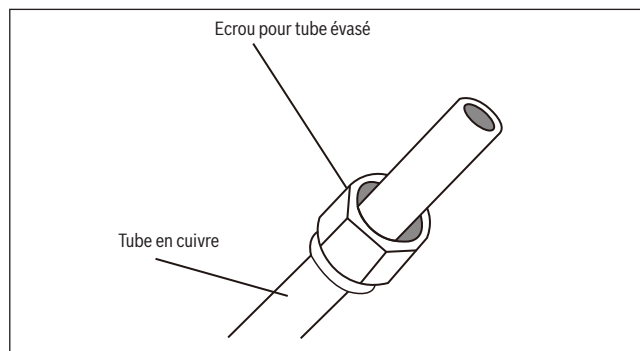

Fig. 30.
3. Placer des écrous évasés sur les deux extrémités du tube. S'assurer qu'ils sont orientés dans le même sens, car ils ne peuvent pas être mis en place ou changés de direction après l'évasement. Voir **fig. 30**.